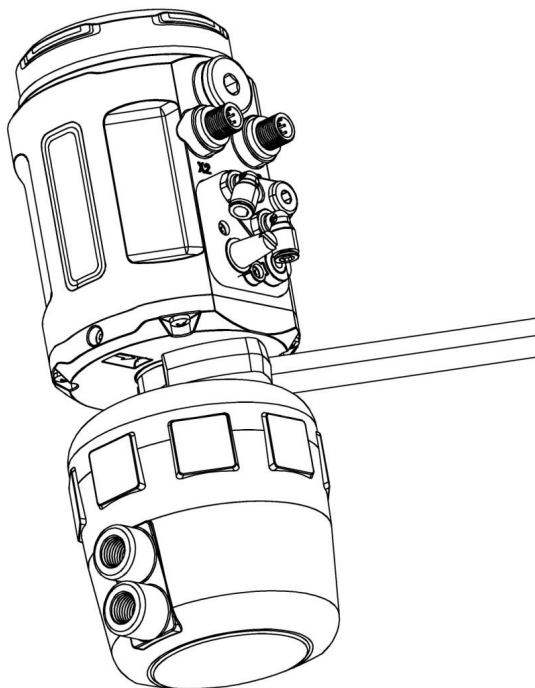

图 7. 定位器与执行器组装
4. 将执行器内部阀杆升到最高位置，用 32 号扳手将定位器底部的执行器连接组件右旋入到执行器对应螺纹接口，并确保旋紧连接组件。如图 7 所示。
若需要调整定位器操作界面角度，松开 A 处的内六角紧定螺钉后（如图 7 所示），顺时针或逆时针 180° 范围内调整到需要的角度，再拧紧紧定螺钉。